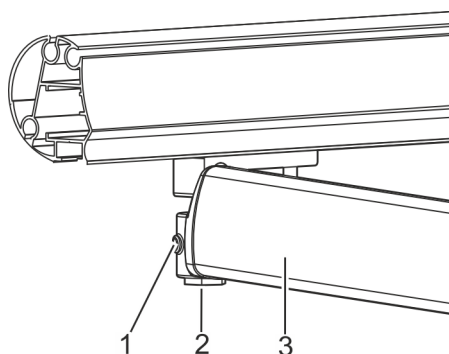

Abb. 21: Ausfallprofil einstellen
3. ➤ Klemmschraube Gewindestift mit Schlüssel SW 3 (Abb. 21/1) lösen.
4. ➤ Über Fallstangenbefestigung mit Schlüssel SW 22 (Abb. 21/2) am Gelenkarm (Abb. 21/3) Ausfallprofil einstellen.
5. ➤ Klemmschraube Gewindestift mit Schlüssel SW 3 (Abb. 21/1) festziehen.